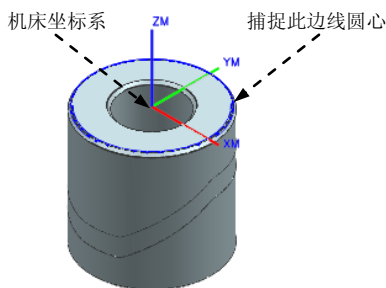

图 5.3.2 创建机床坐标系
(1) 在“Mill Orient”对话框的 **机床坐标系** 区域中单击“CSYS 会话”按钮 ，系统弹出“CSYS”对话框，在 **类型** 下拉列表中选择 **动态** 选项。
(2) 拖动机床坐标系的原点至图 5.3.2 所示边线圆心的位置，单击  按钮，此时系统返回至“Mill Orient”对话框。